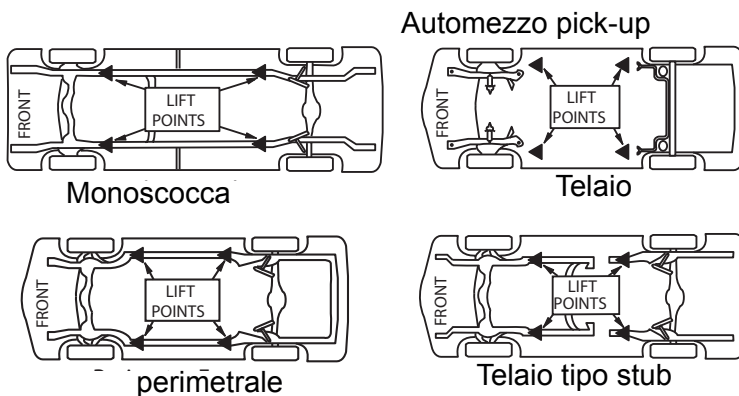

Fig. 2
3. Carico: ruotare i bracci portandoli sotto il veicolo e posizionare gli adattatori nei punti di sollevamento raccomandati dal costruttore, Fig. 2. Ove richiesto, utilizzare adattatori intermedi, alti o opzionali in base allo spazio sottoscocca.